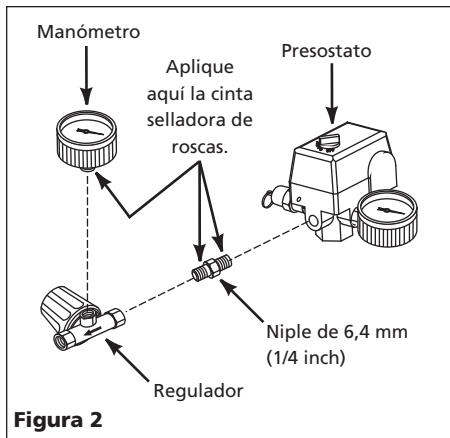

Figura 2
2. El ensamble está diseñado para ser colocado únicamente en la salida del distribuidor (vea la Figura 1), introduciendo el niple para tuberías (vea la Figura 2) y girando el ensamble hacia la derecha. Apriete hasta que quede ajustado o a 75 pulg.-lb. El manómetro se debe orientar en la misma dirección que el manómetro que ya está incorporado al compresor (vea la Figura 1). Conecte la manguera y la boquilla para neumáticos. Usando agua jabonosa compruebe que no haya pérdidas.